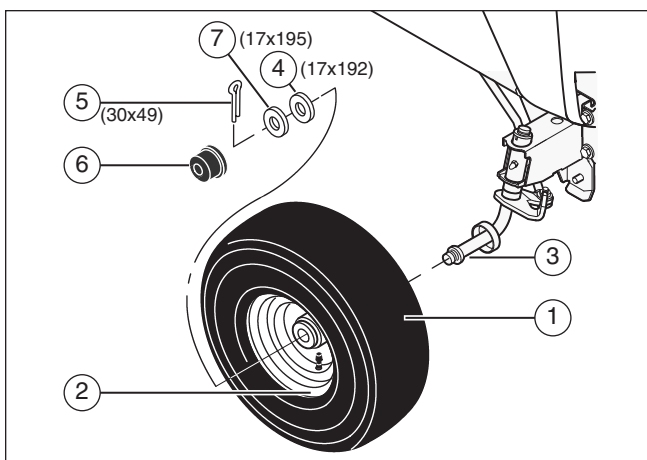

Figura 1
Tagliare con un coltello i quattro lati del contenitore. Installare le ruote anteriori (1) nel contenitore (Figura 1).